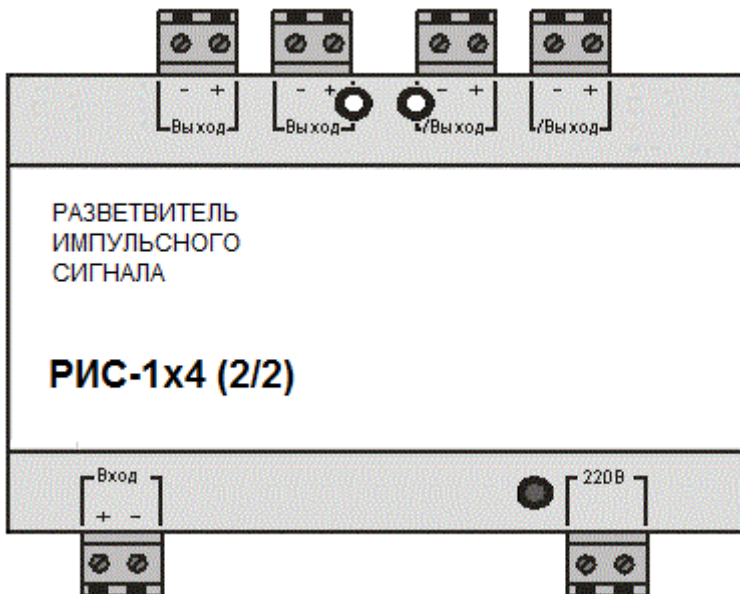

Рис.1
**4.3** Расположение входных/выходных разъёмов и передняя панель РИС-1х4 показаны на рис.1.